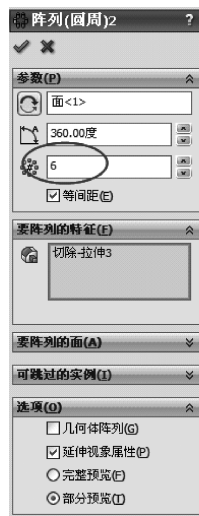

图 12-16 生成特征圆周阵列
3) 单击【特征】工具栏中的  (圆周阵列) 按钮, 在【属性管理器】中弹出【圆周阵列】属性设置。在【参数】选项组中, 单击  (阵列轴) 选择框, 选择下表面平面, 使得生成的阵列特征沿下表面分布, 设置  (实例数) 为 6, 选择【等间距】选项; 在【要阵列的特征】选项组中, 单击  (要阵列的特征) 选择框, 在图形区域中选择模型的切除-拉伸 3 特征, 单击  (确定) 按钮, 生成特征圆周阵列, 如图 12-16 所示。